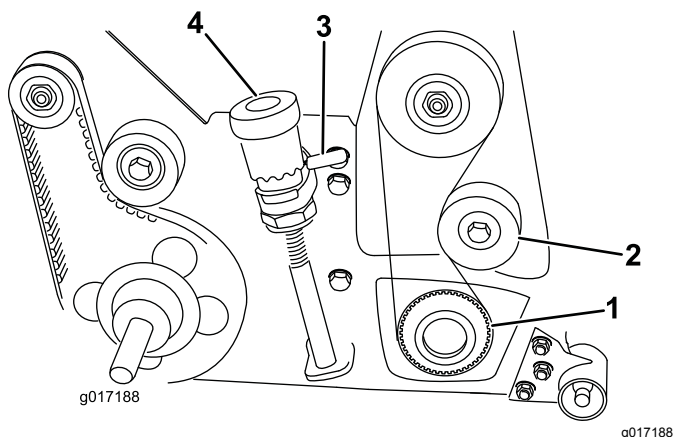

Figure 20
15. À l'aide d'un rochet de $\frac{1}{2}$ pouce et d'une rallonge, reposez la poulie d'entraînement (filetage à droite) sur l'arbre du cylindre (Figure 20).
- Tournez les deux leviers de levage rapide pour lever le cylindre groomer en position de transport (Figure 20).